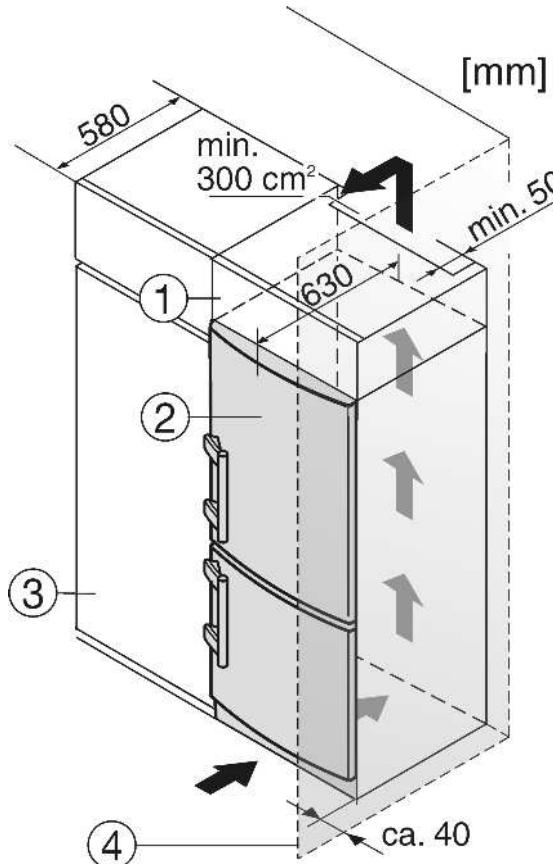

Fig. 9
- (2) Устройство
(4) Стенка
Устройство может быть окружено предметами кухонной обстановки. Чтобы уравнять устройство Fig. 9 (2) по высоте с кухонной стенкой, можно установить над устройством соответствующий дополнительный шкафчик Fig. 9 (1).
При комбинировании с обычными кухонными шкафами (глубина макс. 580 мм) устройство можно установить непосредственно рядом с кухонным шкафом Fig. 9 (3). Дверь устройства выступает по сторонам на 34 мм и по центру устройства на 50 мм относительно передней стенки кухонного шкафа. Поэтому ее можно свободно открывать и закрывать.
Если устройство установлено на шарнирах у стены Fig. 9 (4), то расстояние между устройством и стеной должно быть не менее 40 мм. Настолько выступает ручка при открытой дверце.